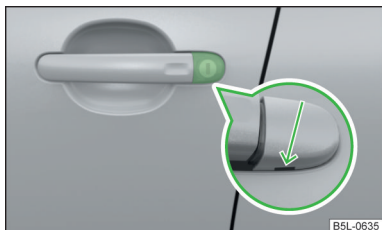

Fig. 186
- Introduceți cheia autovehiculului în degajarea de pe partea inferioară a apărătorii, în sensul săgeții » fig. 186.